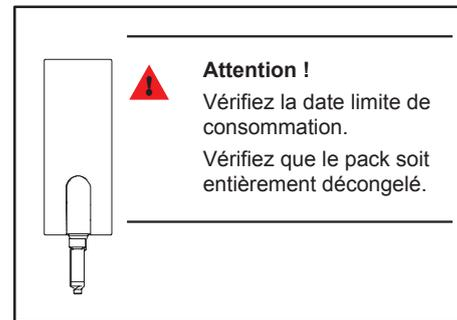

Fig. 87 Faites attention à la date limite de consommation
3. Vérifiez les dates limites de consommations des packs d'ingrédients avant de les stocker dans le réfrigérateur (fig. 87).